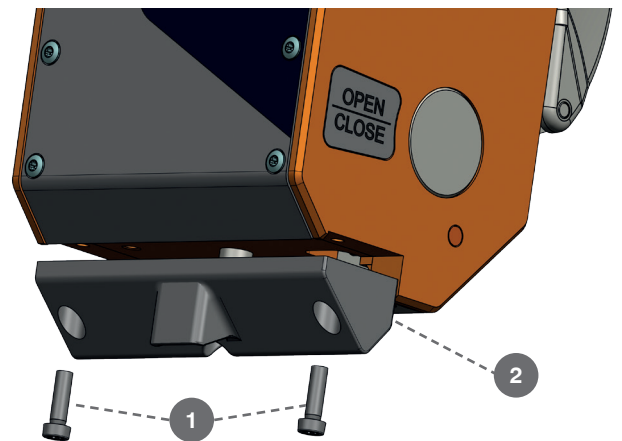

Bild 20
Um das Gegenstück der Sicherungsfallenscheibe zu tauschen, entfernen Sie die beiden Schrauben (1) mit einem Torxschlüssel (Größe TX 30) und ziehen Sie das Gegenstück (2) ab (Bild 20). Zur Wiedermontage gehen Sie in umgekehrter Reihenfolge vor. Verwenden Sie für die Schrauben ein wenig Schraubensicherung mittelfest (z. B. Loctite Type 243). Kontrollieren Sie anschließend, ob bei geschlossenem Schwenkhaken die Sicherungsfallenscheibe ordnungsgemäß in der Aufnahme des Gegenstücks anliegt.
Der Multiadapter ist mit einer 10 A Feinsicherung (träge) ausgestattet, die auf einfache Weise selbst getauscht werden kann. Trennen Sie den Multiadapter vom Netz. Der Sicherungshalter ist neben dem Steckverbinder seitlich angebracht (Bild 20, rot markiert). Drehen Sie den Sicherungshalter mit einem Schlitzschraubendreher um 90° und ziehen Sie ihn dann vorsichtig heraus. Ersetzen Sie die Sicherung und setzen Sie den Sicherungshalter wieder ein.